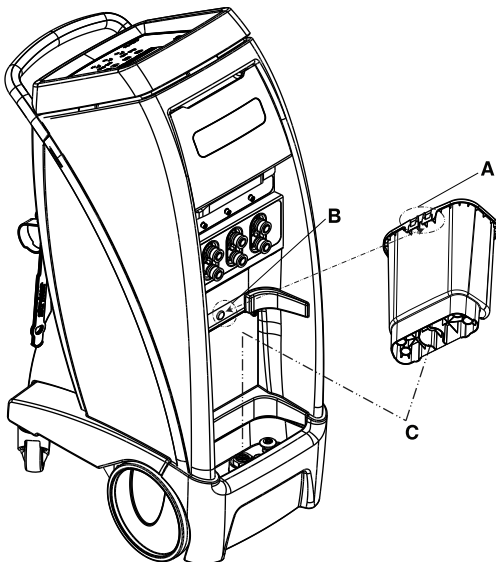

Figura 6-15: Serbatoio estraibile
Per estrarre il serbatoio, inclinarlo verso di sé ed estrarlo dalla sua sede (Figura 6-15 a pagina 6-29).
1. Per rimettere il serbatoio nella propria sede, allinearne il fondo allo scarico (C).
2. Allineare l'incavo sul retro del serbatoio (A) al gancio apposito del termoregolatore (B) (Figura 6-15 a pagina 6-29).